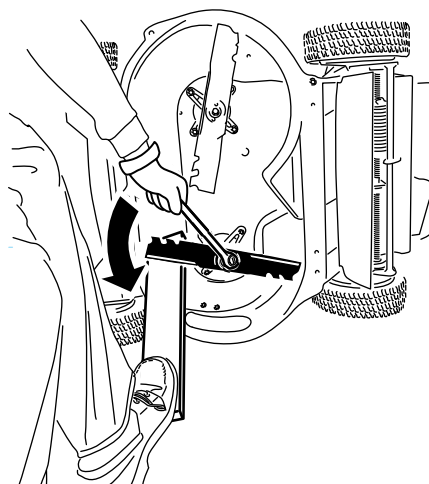

Figure 34
1. Utilisez un bloc de bois pour immobiliser chaque lame et tournez le boulon de lame dans le sens antihoraire, comme montré à la Figure 34.